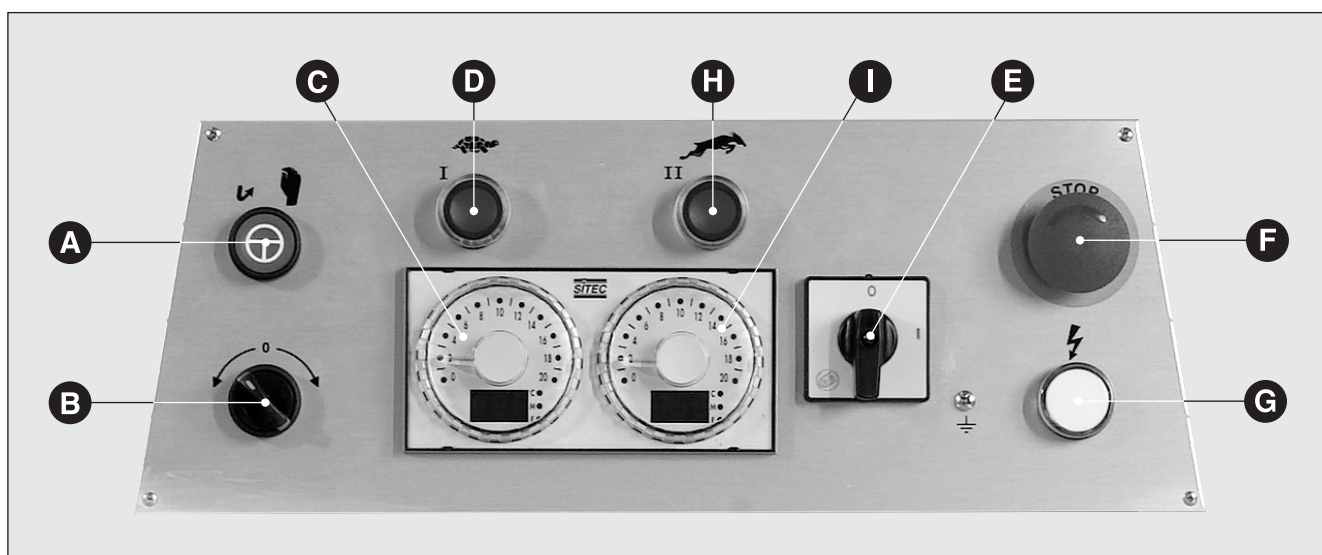

Fig. 1
3.1 CHARGEMENT ET DEMARRAGE (Fig. 1)